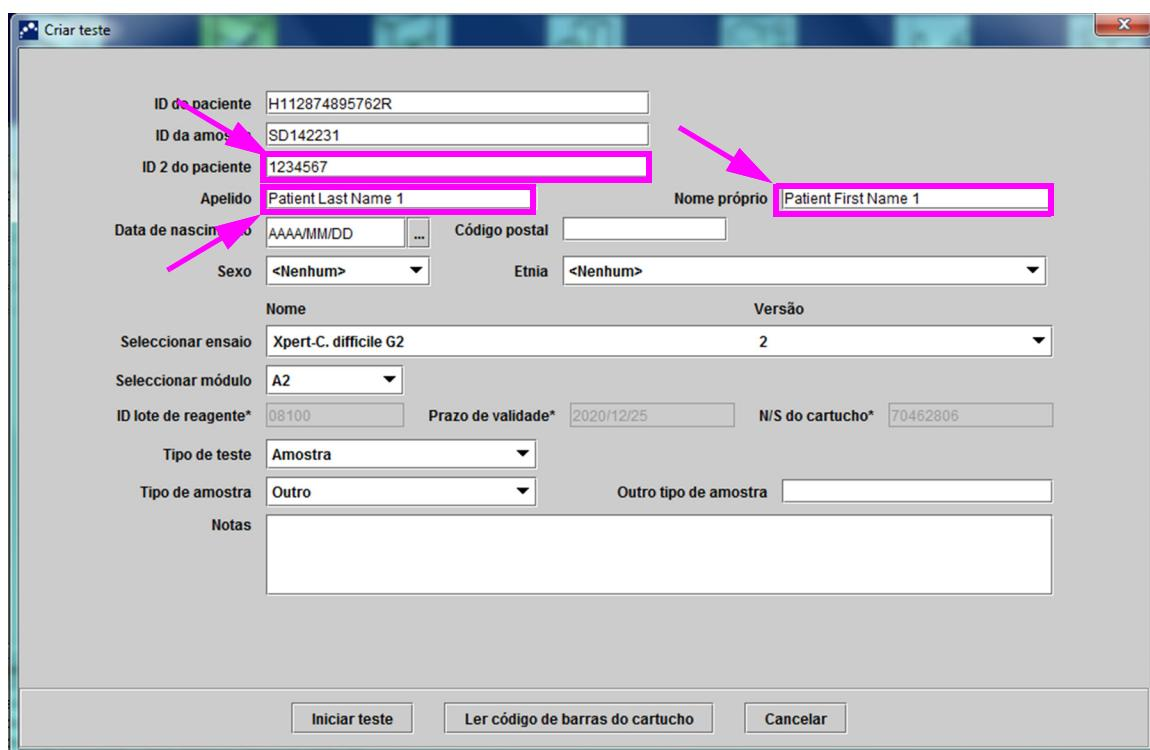

Figura 5-23. Caixa de diálogo Create Test (Criar teste) apresentando os campos Patient ID (ID do paciente) e Sample ID (ID da amostra)
- Leia o código de barras do cartucho utilizando o leitor de códigos de barras fornecido. Consulte a Secção 5.5. É apresentada a caixa de diálogo Criar teste, tal como apresentado na figura 5-23. Note que o software preenche automaticamente as informações necessárias na janela Criar teste.
6. (Opcional) Se o **Nome do paciente** estiver activado, coloque o cursor no campo **Apelido** e introduza o apelido do paciente; em seguida, coloque o cursor no campo **Nome próprio** e introduza o nome próprio do paciente (consulte a figura 5-23).